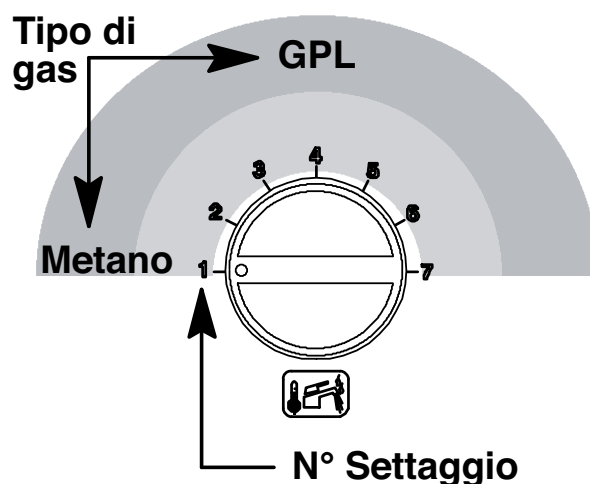

Fig. 8.6
- Per cambiare il settaggio ruotare la manopola regolazione temperatura sanitaria 12 e posizionarla sulla posizione prescelta, vedi anche Fig. 8.6.